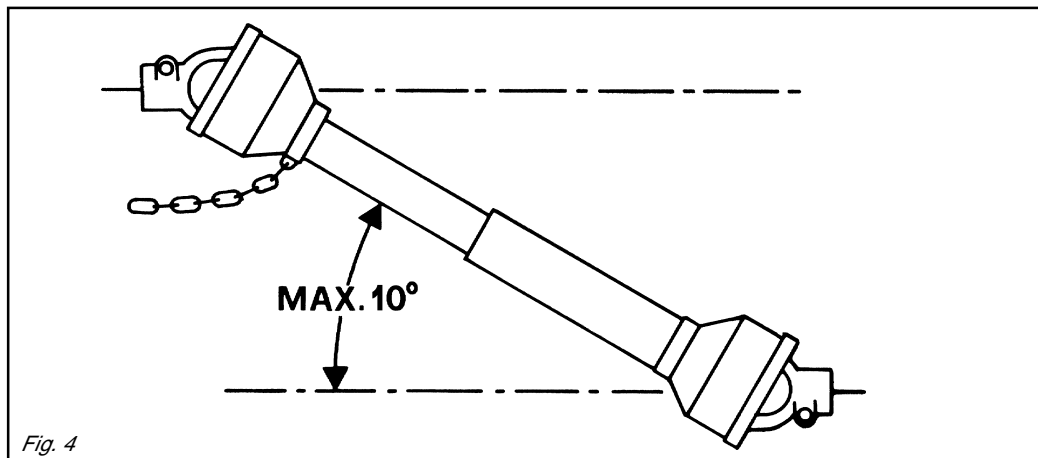

Fig. 4
- 39) *Always disengage the pto when the cardan shaft is set at an excessively open angle (never beyond 10 degrees - Fig. 4) and when it is not in use.*
- 39) Die Zapfwelle immer ausschalten, wenn die Gelenkwelle einen zu großen Winkel einnimmt (nie über 10 Grad - Abb. 4) und wenn sie nicht gebraucht wird.
- 39) *Débrayez toujours la prise de force quand l'angle de l'arbre à cardans est trop ouvert (jamais plus de 10 degrés Fig. 4) et lorsque vous ne devez pas l'utiliser.*
- 39) Desactivar, siempre, la toma de fuerza cuando el árbol cardánico hace un ángulo demasiado abierto (nunca superar los 10 grados - Fig. 4) y cuando no la usamos.